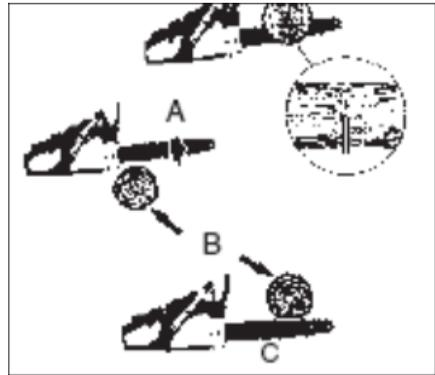

Abb. 3
- (Abb. 3) Die neue Sägekette in einer Schlaufe auslegen und etwaige Knicke begradigen. Die Schneidzähne müssen in Drehrichtung der Kette zeigen. Wenn sie nach hinten zeigen, muss die Schlaufe umgedreht werden.
Stoß- und Klemmrückschlag und Zugreaktionen (Abb. 3)